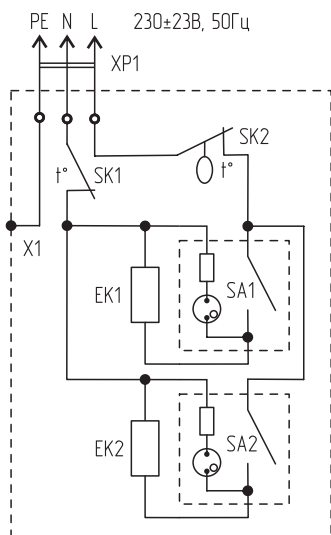

Рисунок 2.
5.2. Схема электрических соединений и узлов конвектора показана на рис. 2. Нагревательный элемент имеет два независимых нагревателя EK1 и EK2, которые могут включаться независимо друг от друга, обеспечивая 100% или 50% номинальной мощности конвектора. В цепь питания нагревателей включены роковые переключатели с подсветкой SA1 и SA2, термовыключатель защиты от перегрева SK1 и биметаллический термостат SK2.